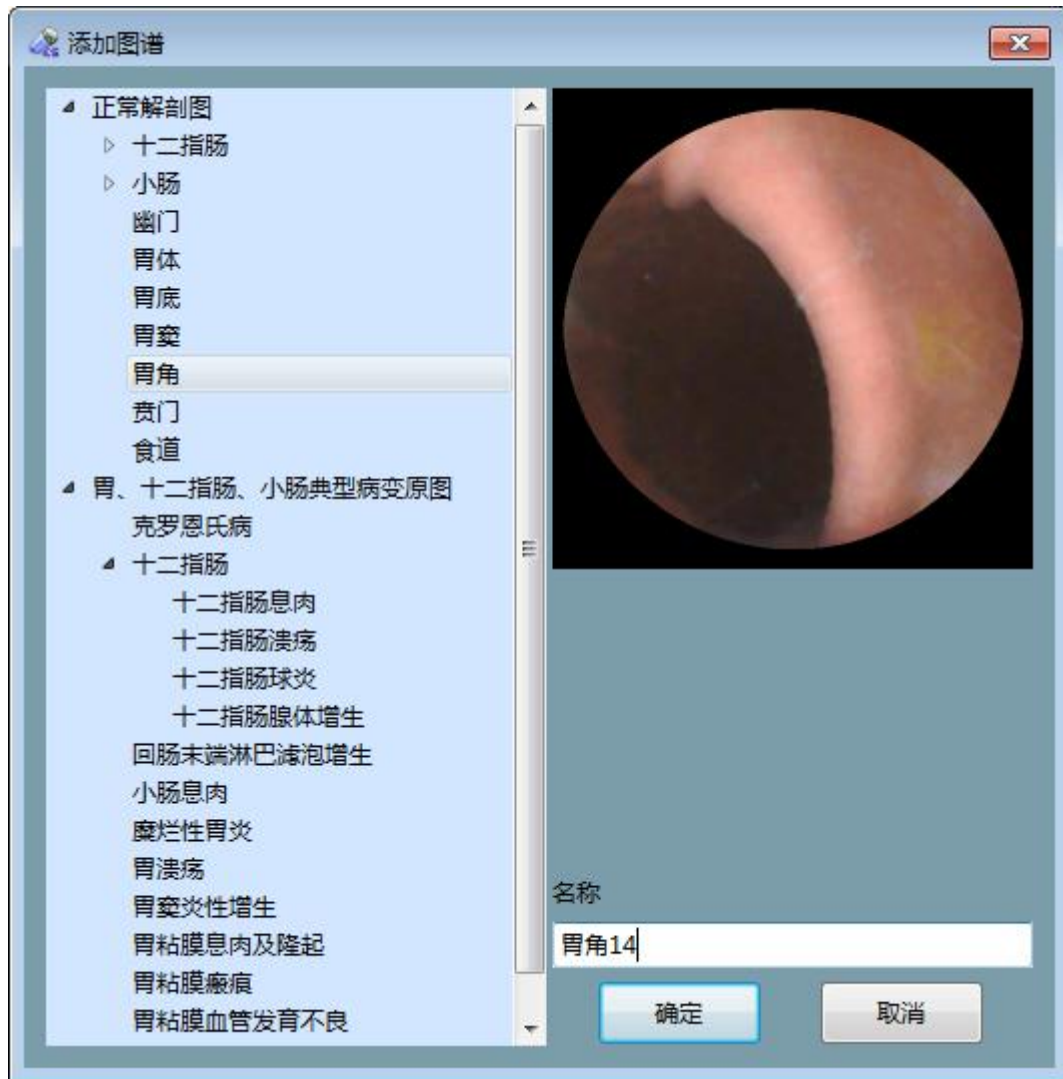

图 4-100 添加到图谱
2. 在“添加图谱”对话框中，左侧列表中选择图谱类型，在右侧底部填写名称，如图 4-100 所示，填好后点击“确定”按钮。